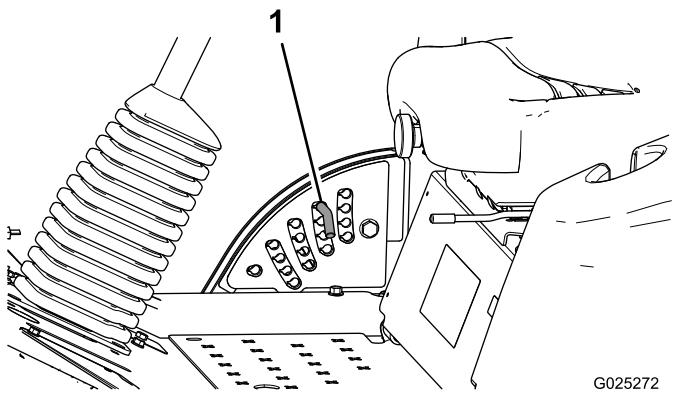

Figura 4
2. Gire el pasador hasta que el nervio quede alineado con las ranuras de los taladros del soporte de altura de corte y retire el pasador (Figura 4).
3. Seleccione un taladro del soporte de altura de corte que corresponda a la altura de corte deseada, inserte el pasador y gírelo para bloquearlo en esa posición (Figura 4).
Nota: Hay cuatro filas de taladros (Figura 4). La fila superior corresponde a la altura de corte impresa encima del pasador. La segunda fila